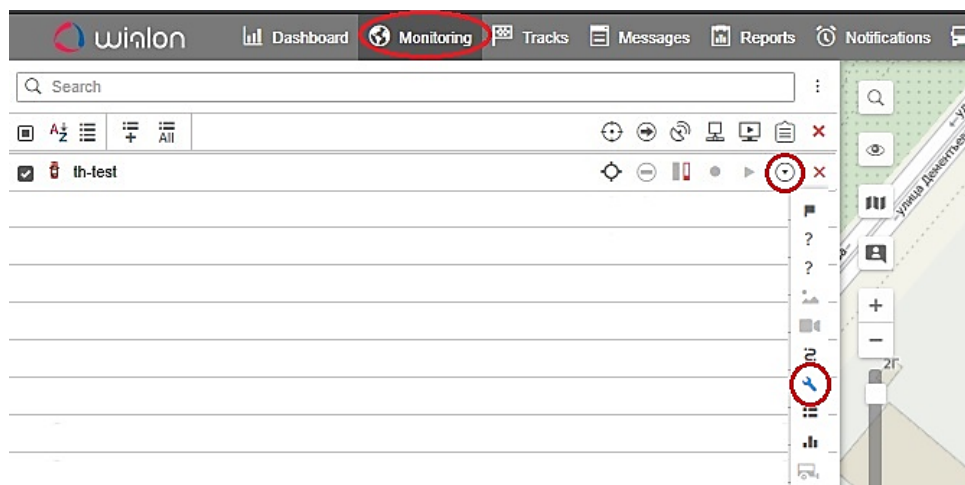

Рисунок 27 – Интерфейс веб-сервиса Wialon
- Нажать open **Additional Menu**, в выпадающем списке выбрать **Open properties dialog** (рисунок 27).